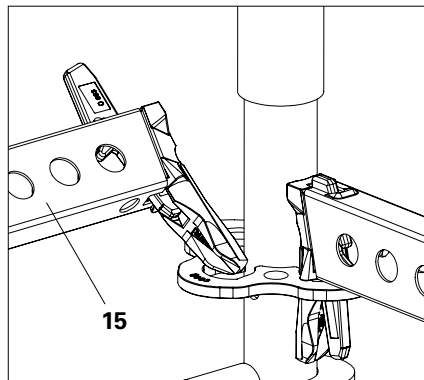

Abb. A3.04a
1. Horizontalriegel UH (**15**) oder UHV schräg auf beiden Rosetten auflegen und senkrecht stellen. (Abb. A3.04a)